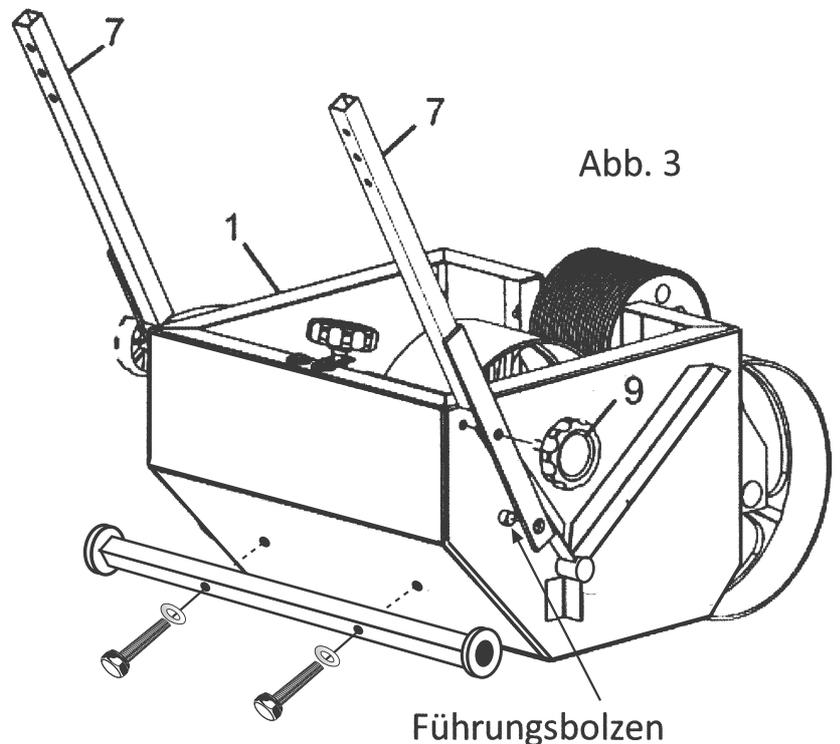

Abb. 3
4. Nun befestigen Sie die beiden Handlaufführungsstäbe (7) mit dem Farbwannegehäuse. Dabei nehmen Sie die Stäbe, führen diese in den angeschweißten Führungsbolzen und nehmen anschließend die Schrauben (9) und schrauben diese in die Gewindebohrung. Abb. 3.